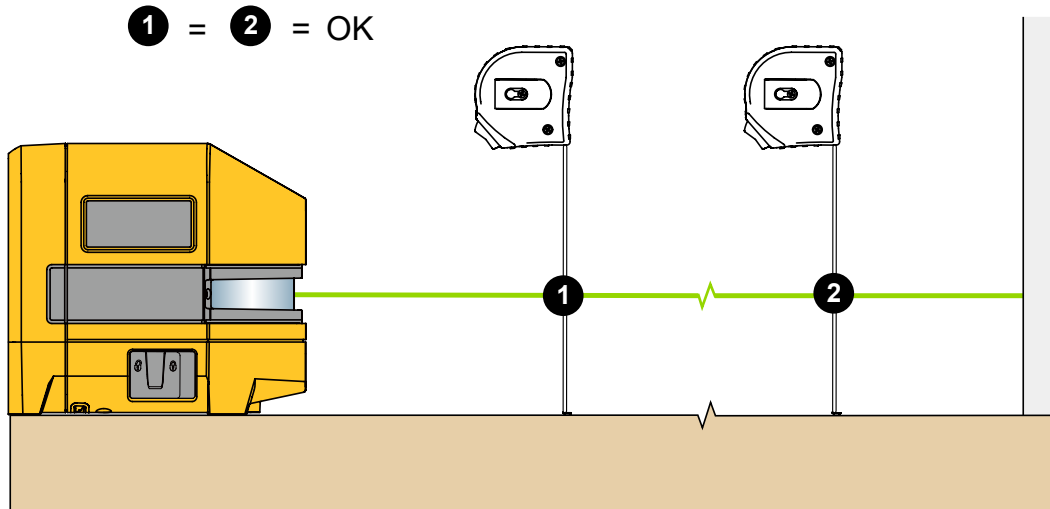

Figura 4. Alineación de objeto actual
3. Mida la distancia desde el objeto hasta el láser a varias distancias con el Producto. Consulte la Figura 4.